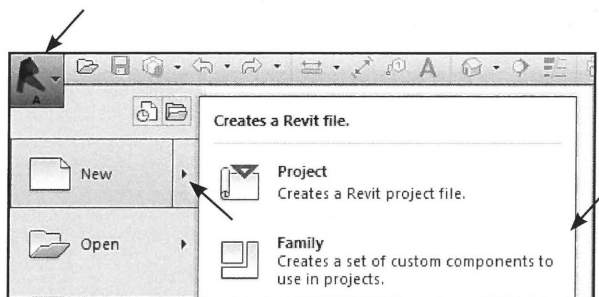

Fig. 02.08. Application Menu - New - Family.
- Klik *Application Menu*, pilen ud foran *New* og derefter *Family* (Fig. 02.08).